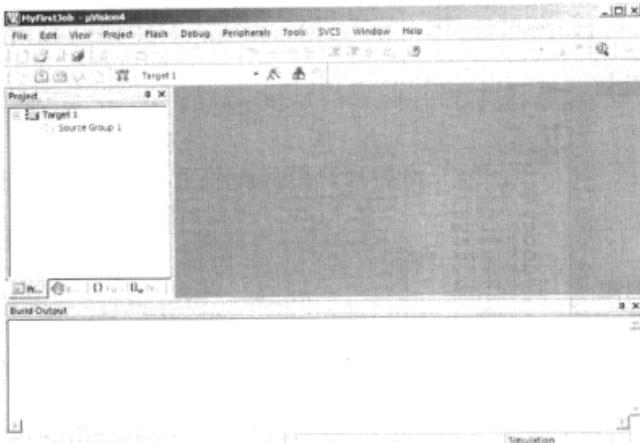

图 4.4.14 工程新建完毕
d) 至此 STM32 的工程已经新建完毕，此时 Keil MDK 界面如图 4.4.14 所示。
③ 接下来将一系列必要的工程文件添加到当前工程中，执行如下操作：